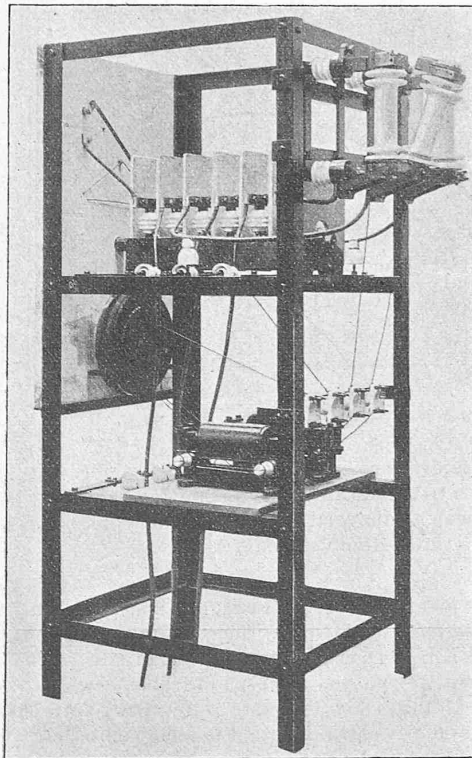

Fig. 23. Ansicht von hinten.
**Schalttafel.** Zwischen die Generatoren und die Speiseleitung mit ihren Transformatoren ist die grosse Schalttafel der Centrale gestellt, welche alle Apparate für Messung und Regulierung der Ströme und die Vorrichtungen zum Parallelschalten der Dynamos übersichtlich gruppiert enthält (Fig. 23, 24). In Anbetracht der relativ hohen Spannung wurde die Installation der Schaltapparate und Instrumente mit besonderer Sorgfalt durchgeführt. Sämtliche Hochspannungs-Leitungen befinden sich hinter der Schalttafel.